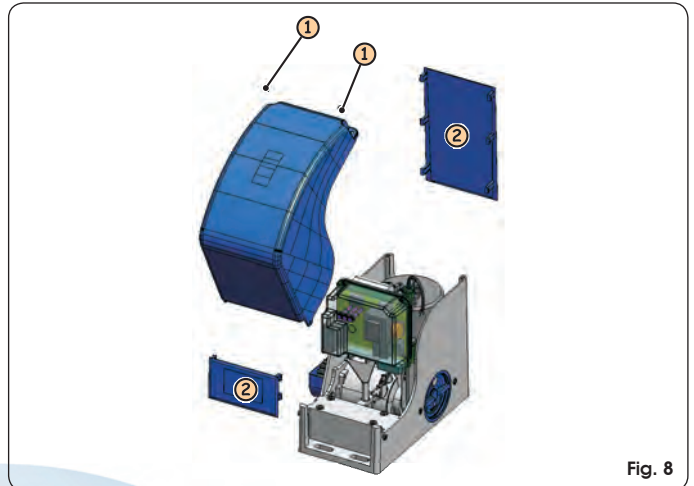

Fig. 8
- ① Verwijder de kap van de motor door de 2 bovenste schroeven helemaal los te draaien (Fig.8 ref. ①).
- ② Draai het deksel ongeveer 30° en trek hem omhoog.
- ③ Verwijder de 2 zijbeschermingen (Fig.8 ref. ②).